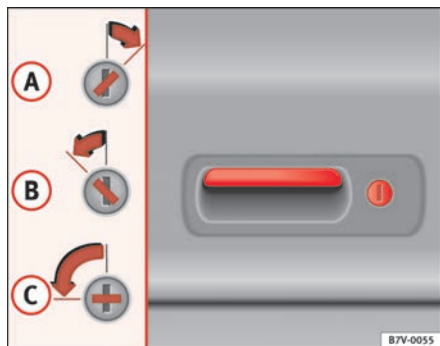

Fig. 63 Posiciones del ojo de la cerradura del portón trasero
- Girando la llave del vehículo hacia la posición ⇒ fig. 63 A, se bloquean las puertas y el portón trasero.
- A En los vehículos con elevallunas eléctricos y ventanillas deflectoras eléctricas o techo corredizo eléctrico, se podrá cerrar de manera automática aquellas ventanillas o el techo corredizo que hubieran quedado abiertos. Para ello, mantenga la llave en la posición ⇒ fig. 63 A hasta que se hayan cerrado completamente todas las ventanillas y el techo corredizo.